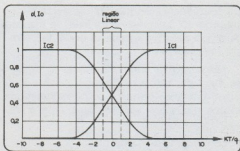

Figura 8
A figura 8, mostra a curva obtida para  $I_{C1}$  e  $I_{C2}$  em unidades do fator  $h$  ( $h = KT/q$ ), para as equações anteriores.
a) As características de transferência da figura 8, são lineares em uma região central, em torno do ponto de funcionamento. Para as curvas indicadas ( $KT/q = 26$  mV), a região linear corresponde aproximadamente a uma excursão da tensão de entrada de 50 mV (pico a pico).